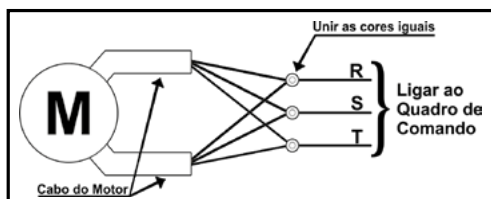

Figura 17a – Esquema de ligação motor dupla tensão em 220 V
- Quando a tensão for 220 V deve-se unir cor com cor e efetuar a emenda do cabo do motor ao cabo da rede elétrica e conectar ao quadro de comando, conforme figura 17a.